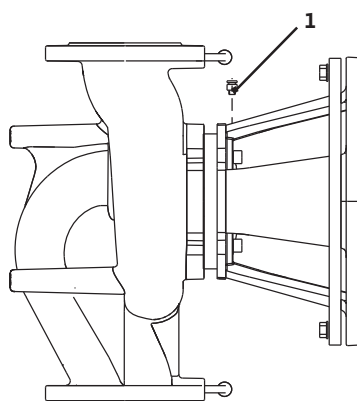

Fig. 41: Supapă de dezaerare
- Aerisiți pompele prin deschiderea supapelor de dezaerare (fig. 41, poz. 1). Funcționarea în gol distruge etanșarea mecanică a pompei. Este interzisă dezaerarea senzorului de presiune diferențială (pericol de distrugere).